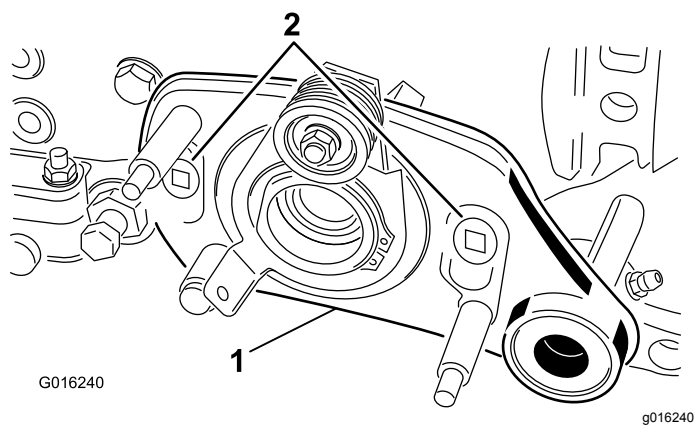

図 36
8. グルーマ駆動アセンブリをサイドプレートのアダプタに固定しているショルダボルト2本を外す 図 36。